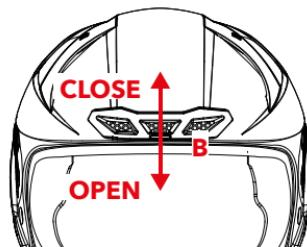

ABBILDUNG 5
LUFTÖFFNUNG VORNE – B – Abbildung 5
- Abbildung 5: Bewegen Sie den zentralen Cursor nach oben, um die Luftöffnung zu schließen. Bewegen Sie ihn nach unten, um die Luftöffnung aufzumachen.